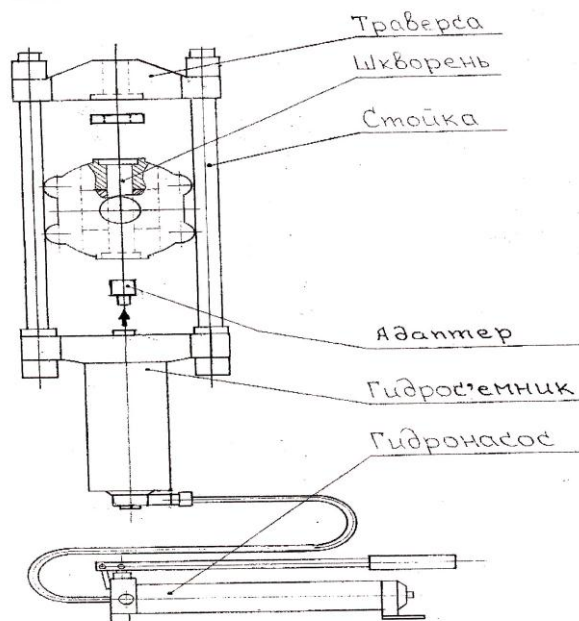

Рис.1
4.1. Съемник в сборе состоит из: гидроцилиндра, стоек, траверсы, гаек, контргаяк, подводящего штуцера с шариковым клапаном, ручного плунжерного насоса (рис.1)